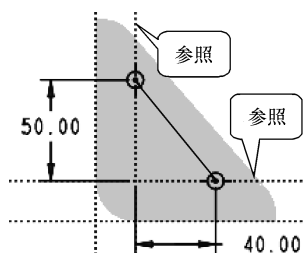
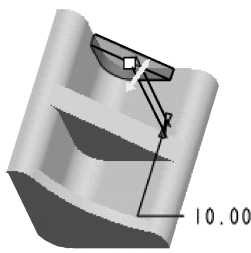

图 7-62 后侧筋截面
图 7-63 后侧筋
(22) 按照同样的步骤选择后侧面作为草绘平面, 选择参照, 草绘如图 7-62 所示的截面, 将添加筋材料方向修改为指向模型内部, 在操控板的【筋厚度】组合框中输入厚度值“10”, 如图 7-63 所示。
(23) 两次单击对话框中的【更改厚度方向】按钮, 设置厚度方向在“后侧面”前
侧,如图 7-63 所示。